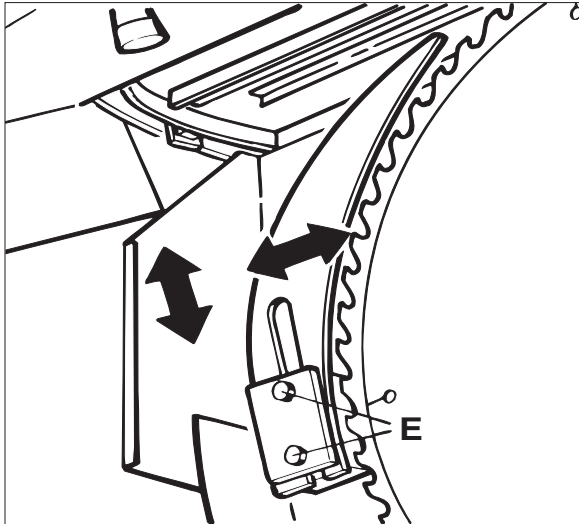

Fig. 24
- Spaltekniven må alltid være montert når sagen er i bruk. Innstilling av spaltekniven fremgår av *fig. 24 og 25*.